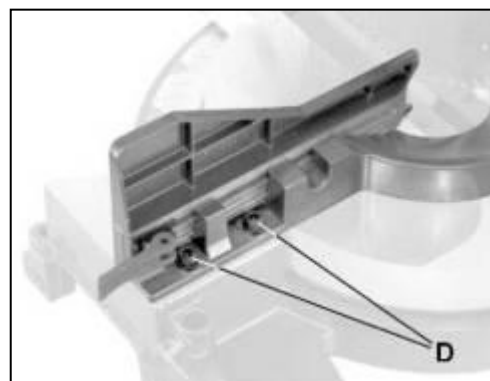

Рис. 18
1. Ослабьте четыре *винта крепления упора (D, рис. 18)*. Два винта с каждой стороны.